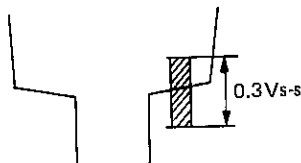

Abbildung 51.
2. Den Video-Ausgang überwachen, und R506 so einstellen, daß der Hilsträgerpegel 0.3Vs-s (Siehe Abbildung 51) beträgt.